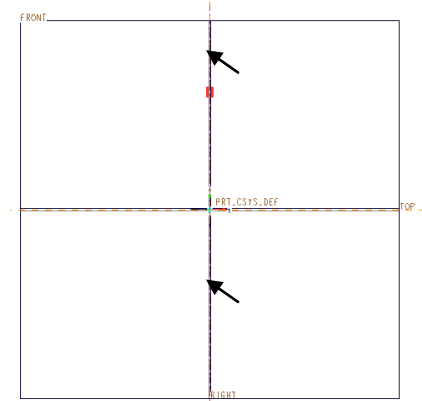

図 3-78 中心線のスケッチ
- ・ 「線」ツールの中の「ジオメトリ中心線」ツールを使用して、RIGHT 平面底部から垂直な線上の任意の 2 点 (▼) をクリックして図 3-78 のように中心線を描く。